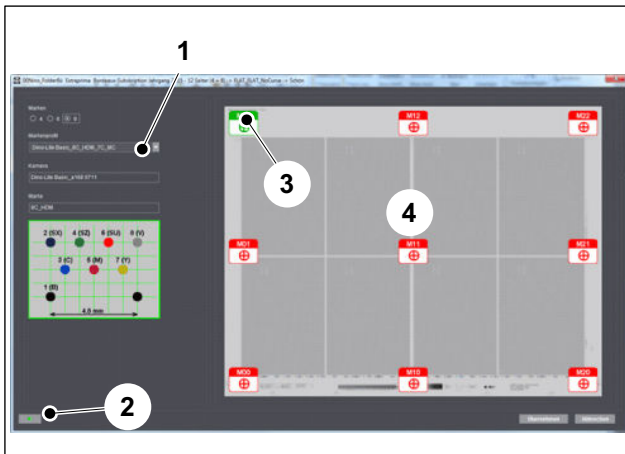

Abb. 17 Dialogfenster Messeditor
7. Wählen Sie das Messmarkenprofil aus (Abb. 17/1). Damit werden die richtige Messmarke und das richtige Digitalmikroskop ausgewählt.
- Mit Assistent: Klicken Sie auf den grünen Pfeil (Abb. 17/2). Im Bereich der Messmarken (Abb. 17/4) wird dann die Messmarke in Schwarz-Gelb angezeigt, die Sie als nächste messen müssen. Die Reihenfolge geht von links nach rechts und von der oberen Reihe (Hinterkante) bis zur unteren Reihe (Druckbeginn).
- Manuell: Klicken Sie im Bereich der Messmarken auf die Messmarke (Abb. 17/3), die Sie messen wollen.